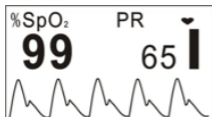
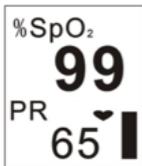
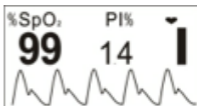
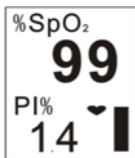

Abbildung 4
Abbildung 5
Abbildung 6
Abbildung 7
4. Rufen Sie dann den Datenanzeigebildschirm auf (wie in Abbildung 4 gezeigt). Der Benutzer kann die Werte ablesen und die Wellenform auf dem Bildschirm anzeigen.
5. Wenn die Anzeige wie in Abbildung 4 dargestellt ist, drücken Sie die Display-Taste, um den Anzeigebildschirm zu ändern
- Drücken Sie einmal die Display-Taste. Der Bildschirm (wie in Abbildung 4 gezeigt) wird um 180° gedreht.
- Drücken Sie zweimal die Display-Taste. Der Bildschirm wird wie in Abbildung 5 dargestellt geändert.
- Drücken Sie dreimal die Display-Taste. Der Bildschirm (wie in Abbildung 5 gezeigt) wird um 180° gedreht.
- Drücken Sie die Display-Taste viermal. Der Bildschirm kehrt zum Bildschirm, welcher in Abbildung 4 gezeigt wird, zurück.
- Betätigen Sie die Display-Taste mit kreisförmigen Bewegungen. Der Bildschirm wechselt zwischen den beiden Bildschirmen (siehe Abbildung 4 und Abbildung 5) und die vier Richtungen werden abwechselnd angezeigt.
6. Halten Sie die Display-Taste ca. 2 Sekunden lang gedrückt. Der Bildschirm wird wie in Abbildung 6 gezeigt visualisiert. Die Unterschiede zwischen Abbildung 6 und Abbildung 4 sind folgende
- In Abbildung 4 werden SpO₂ und Herzfrequenz überwacht und auf dem Bildschirm angezeigt
- In Abbildung 6 werden SpO₂ und der Perfusionsindex überwacht und auf dem Bildschirm angezeigt.
7. Wenn der Bildschirm wie in Abbildung 6 dargestellt angezeigt wird, drücken Sie die Display-Taste mit kreisförmigen Bewegungen. Der Bildschirm wechselt zwischen den beiden Bildschirmen (siehe Abbildung 6 und Abbildung 7) und die vier Richtungen werden abwechselnd angezeigt.
8. Der Anzeigebildschirm (wie in Abbildung 6 oder Abbildung 7 gezeigt) kehrt zu dem in Abbildung 4 oder Abbildung 5 gezeigten Bildschirm zurück, wenn der Vorgang nicht innerhalb von 10 Sekunden ausgeführt wird.